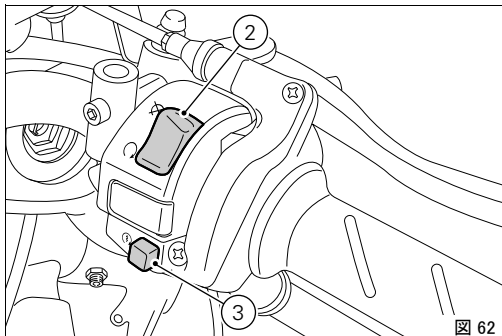

図 62
- 2) エンジーンストップスイッチ(2、図 62)が○(RUN)の位置になっていることを確認してから、スタートボタン(3、図 62)を押します。